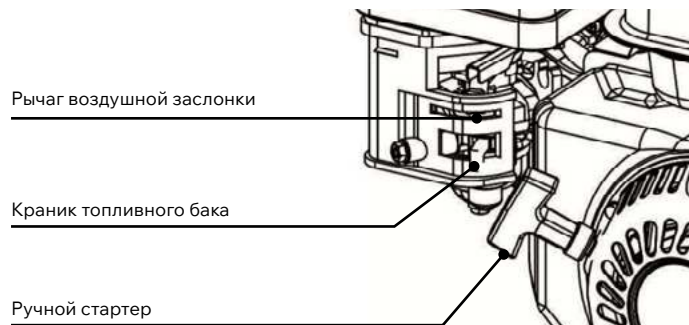

Рис. 11
1. Полностью закройте воздушную заслонку, передвинув рычаг до упора влево (Рис. 11).